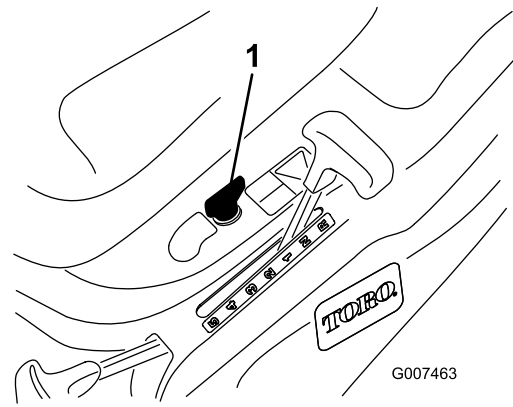

Bild 14
Wenn Sie beim Rückwärtsfahren den Zapfwellenantrieb benötigen, können Sie diesen Sicherheitsschalter mit Hilfe des KeyChoice-Schalters bei der Sitzhalterung deaktivieren (Bild 14).
2. Stecken Sie den KeyChoice-Schlüssel in das Zündschloss (Bild 14).